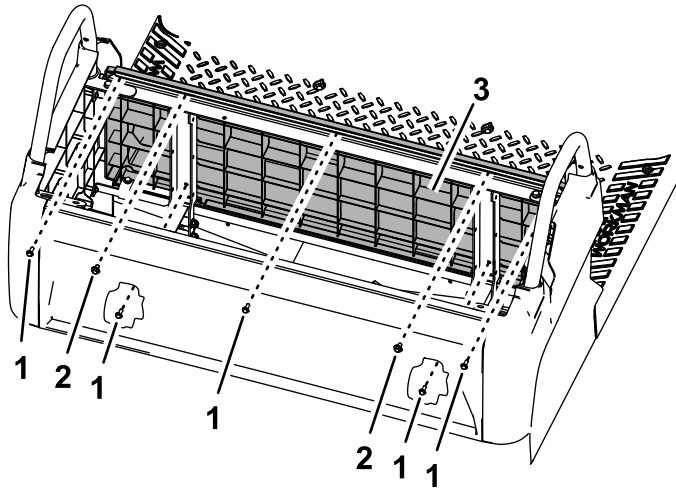

Bild 2
2. Entfernen Sie die fünf Schrauben (Nr. 10 x 1/2") und zwei Scheibenschrauben (Bild 2).
5. Nehmen Sie die Rücksitzunterteilplatte ab (Bild 2).